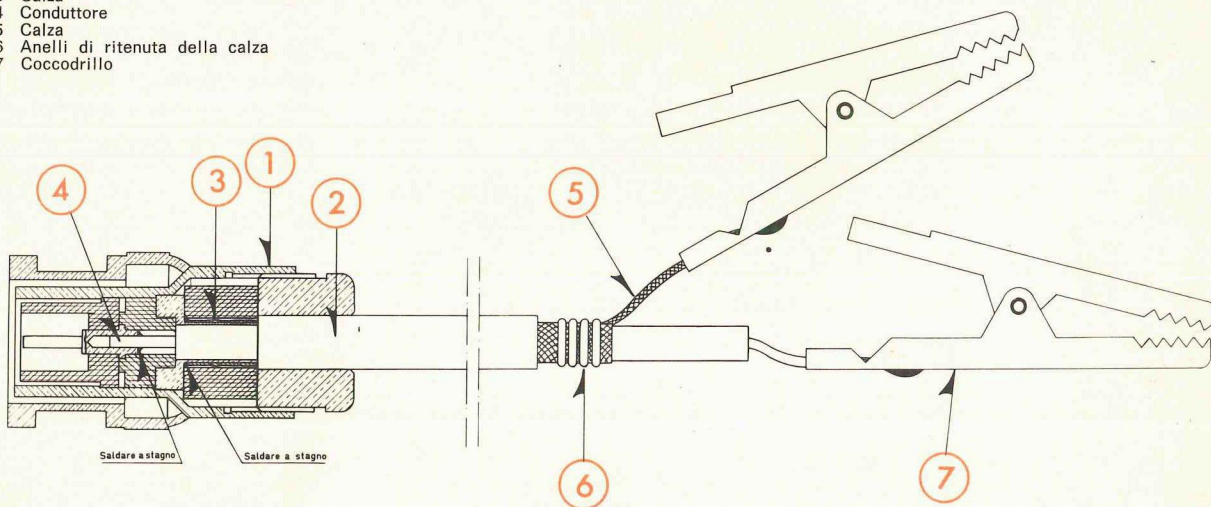

Fig. 8 - Tecnica di applicazione del raccordo con innesto a baionetta, di tipo coassiale, per la preparazione del cavetto di prova.
Facendo riferimento alla fig. 8 procedere come segue.
Le diverse fasi dell'allestimento sono chiaramente illustrate in fig. 8 e devono essere eseguite seguendo l'ordine, qui sotto elencato.
□ Svitare la bussola filettata con dado esagonale che si trova sul raccordo dal lato opposto a quello dell'innesto a baionetta. Ciò fatto, estraendo la suddetta bussola, sarà possibile estrarre dal raccordo anche un anello in gomma, contrassegnato con (3) nel disegno di fig. 8, ed una bussola interna in metallo costituita da una rondella munita di un tubetto, della lunghezza di circa 6 mm.
□ Saldare a stagno la calza metallica sulla bussola testé citata applicando una goccia sul punto indicato nel disegno di fig. 8.
□ Prendere circa 100 mm di calza metallica nuda, priva di conduttore centrale, ed avvolgere un'estremità con alcune spire intorno alla calza metallica del cavetto schermato, nel modo indicato dal numero 6 della fig. 8.